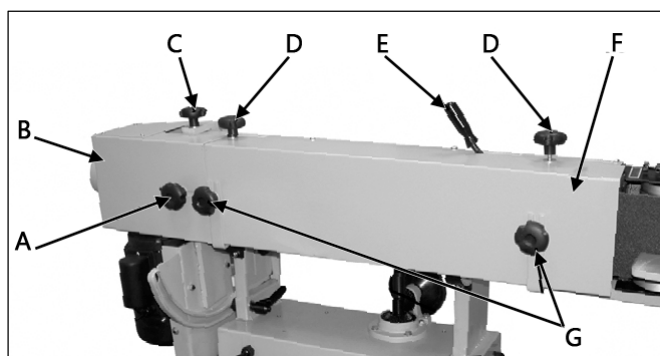

Рисунок 11.
Для этого – открутите рукоятку фиксации (С) (рис. 11) и снимите упор (15) (рис. 2).
Выкрутите рукоятку фиксации (А) (рис. 11) и демонтируйте патрубок (В). Выкрутите рукоятки фиксации (D, G) и демонтируйте защитный кожух (F).